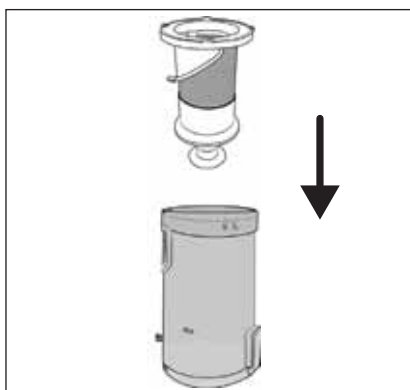

Fig. 23
- 6) Introduceți filtrul din oțel inoxidabil ⑥ în recipientul de praf ⑦ și împingeți-l până la capăt (a se vedea fig. 23). Acordați atenție dispozitivelor de blocare de dimensiuni diferite de la filtrul din oțel inoxidabil ⑥. Filtrul din oțel inoxidabil ⑥ poate fi introdus într-o singură poziție în recipientul de praf ⑦ datorită acestor dispozitive de blocare.